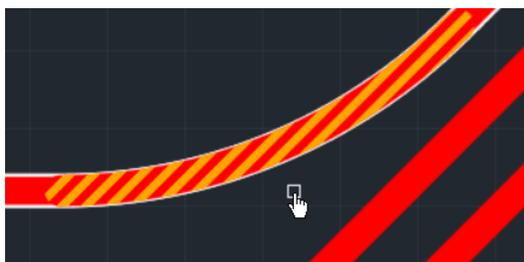

Рис. 320 Выбор точки редактирования
1. Выберите точку и нажмите левую кнопку мыши, см. Рис. 320.